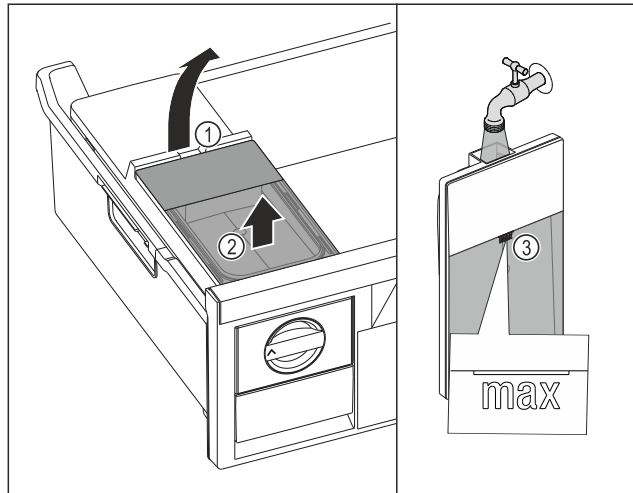

Fig. 67
- ▶ Поднимите бак для воды за выемку Fig. 67 (1).
- ▶ Извлеките бак для воды движением вверх. Fig. 67 (2)
- ▶ Наполните бак для воды питьевой водой до отметки Fig. 67 (3).